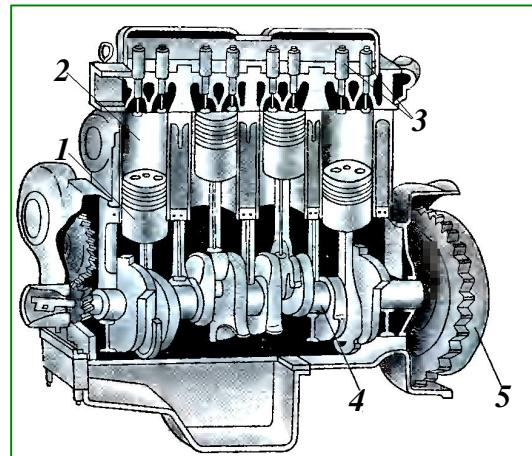

Рис. 4.3. Современный автомобильный четырехтактный четырехцилиндровый ДВС, разрез:
Такой двигатель в разрезе изображен на рис. 4.3. Поршни 1, находятся внутри цилиндров 2 двигателя. Крайние (верхнее и нижнее) положения поршня в цилиндре называют *мертвыми точками*. Расстояние, проходимое поршнем от одной мертвоточки до другой, называют *ходом поршня*.
3⁰. Мы видим, что в одноцилиндровом двигателе *полезная работа совершаётся лишь во время третьего такта*. В четырехцилиндровом двигателе (см. рис. 4.3) поршни работают таким образом, что во время каждого из четырех тактов один из них совершает рабочий ход. Благодаря этому коленчатый вал получает энергию в 4 раза чаще. При этом увеличивается мощность двигателя и в большей степени обеспечивается равномерность вращения вала.
1. Пользуясь рис. 4.3, расскажите из каких основных частей состоит двигатель внутреннего сгорания. Зачем они нужны?